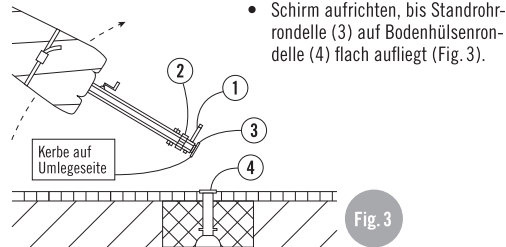

Fig. 3
- Schirm aufrichten, bis Standrohr-rondelle (3) auf Bodenhülsenrondelle (4) flach aufliegt (Fig. 3).